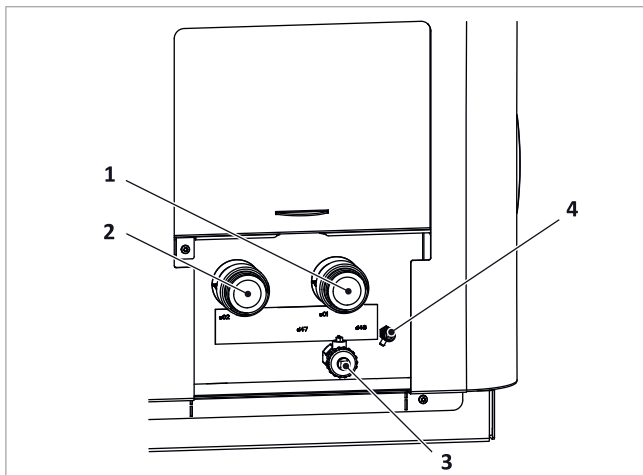

Abb. 18: SolvisLea: Hydraulischer Anschluss
2. Rohrleitungssystem an der Wärmepumpe durch Öffnen der Entlüftung von den Gasen befreien, siehe → Abb. 18 (4).